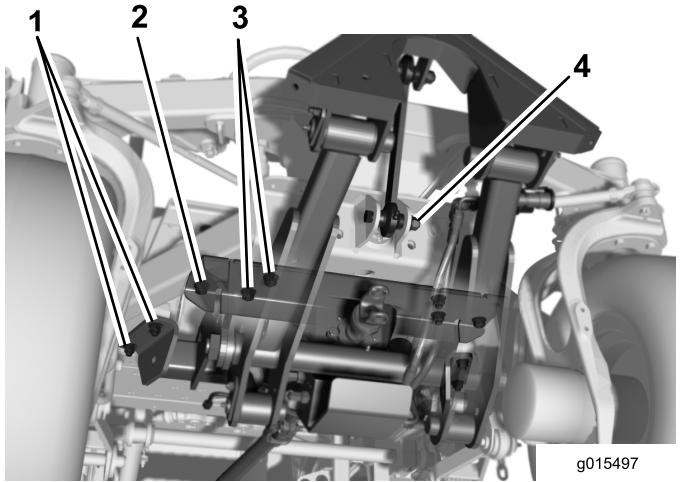
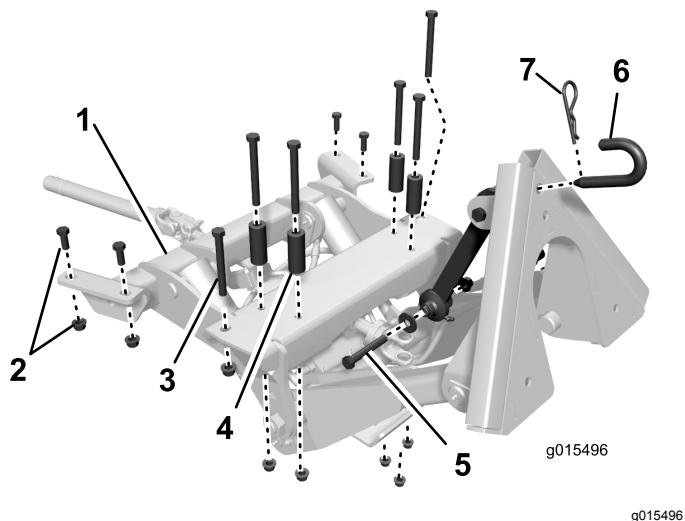

Figure 6
Figure 5
- Élevez le cadre avant tout en alignant les trous de montage sur ceux des profilés du cadre et la plaque transversale du cadre avant (Figure 6).
- La Figure 5 montre une vue de dessus de l'emplacement, du positionnement et de la taille des fixations utilisées pour fixer le cadre avant à la surface inférieure du cadre du groupe de déplacement.
- Fixez chaque côté de l'avant de l'accessoire aux profilés du cadre en insérant une vis (½" x 4½") et un écrou à embase (½") dans le trou extérieur, comme illustré à la Figure 6.
- À l'arrière de l'accessoire, installez chaque côté sur les profilés du cadre à l'aide de 2 vis (½" x 1¼") et écrous à embase (½"), mais sans les serrer, comme illustré à la Figure 5.
- Servez-vous des 4 trous de montage restants pour fixer l'accessoire à la plaque transversale du cadre à l'aide de vis (½" x 4½"), d'entretoises et d'écrous à embase (½"), comme illustré à la Figure 6. Positionnez les entretoises entre la tête de vis et la plaque transversale.
- Placez le cadre avant sous l'avant de la machine (Figure 6).
- Fixez l'ensemble biellette supérieure au support d'essieu avec une vis ($\frac{1}{2}$ " x $3\frac{1}{4}$ "), 2 rondelles de support, une entretoise et un contre-écrou ($\frac{1}{2}$ "), comme illustré à la Figure 5 et à la Figure 6.